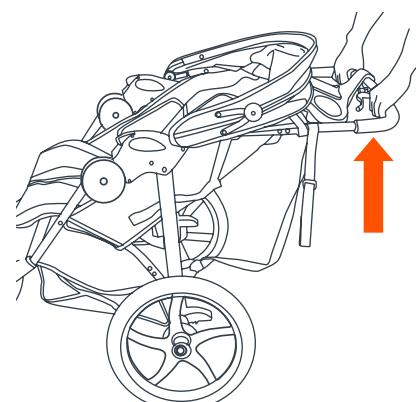

Fig. 19b
• Levante el manubrio del carrito con ambas manos hasta que el armazón del carrito esté erguido y trabado en la posición abierta (Fig. 19b). El carrito tiene pestillos accionados por resorte a ambos lados del armazón. Pruebe que ambos pestillos estén completamente sujetados antes de colocar a su hijo en el carrito.